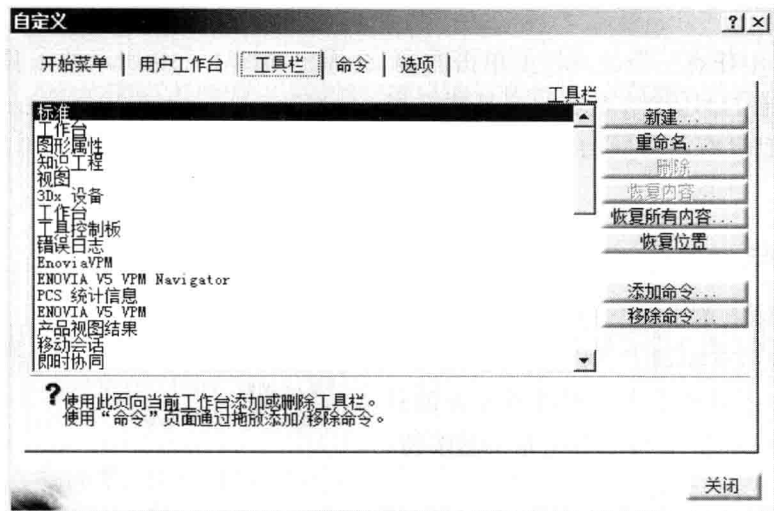
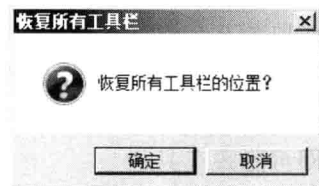

图 1-12 【自定义】对话框【工具栏】选项卡
图 1-13 【恢复所有工具栏】对话框
(1) 单击菜单栏【工具】/【自定义】,弹出【自定义】对话框。
(2) 单击对话框上方的【工具栏】选项卡,如图 1-12 所示。再单击右侧的【恢复位置】按钮,弹出【恢复所有工具栏】对话框,如图 1-13 所示。